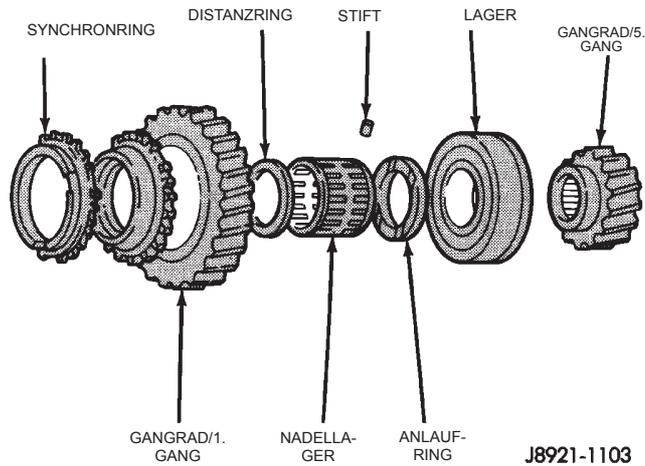

Abb. 122 Gangrad/1. Gang, Gangrad/5. Gang und Bauteile
(17) Den Sicherungsring für die Synchron einrichtung für den ersten und zweiten Gang und das Gangrad für den Rückwärtsgang auf der Abtriebswelle anbringen.
(18) Den Synchronring des Gangrads für den ersten Gang in die Synchron einrichtung für den ersten und zweiten Gang und den Rückwärtsgang einsetzen.
(19) Den Distanzring des Gangrads für den ersten Gang so auf der Abtriebswelle anbringen, daß er am Sicherungsring der Synchron einrichtung für den ersten und zweiten Gang und den Rückwärtsgang anliegt.
(20) Das Nadellager des Gangrads für den ersten Gang auf der Abtriebswelle anbringen (Abb. 122).
(21) Das Gangrad für den ersten Gang auf dem Nadellager und dem Flansch der Abtriebswelle anbringen.
(22) Den Sicherungsstift des Anlauf rings für den ersten Gang in die Abtriebswelle einsetzen.
(23) Den Anlauf ring des Gangrads für den ersten Gang auf der Abtriebswelle anbringen. Den Anlauf